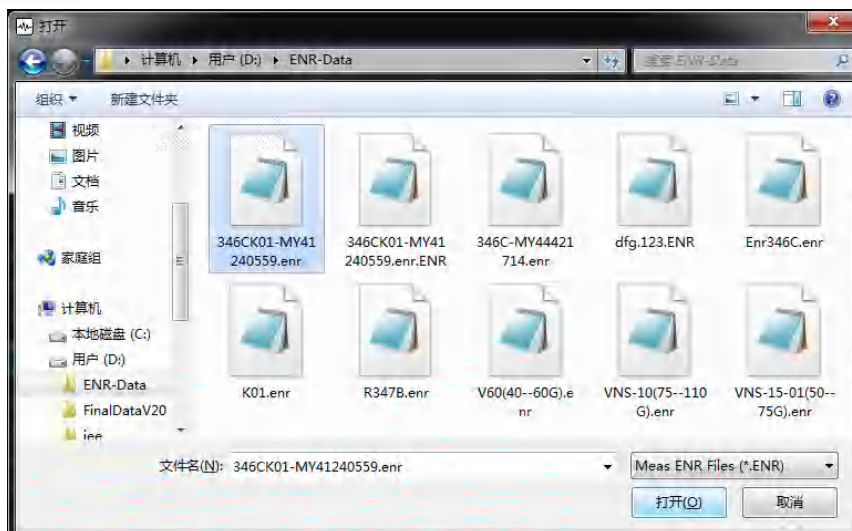

图3.19 文件调用界面
**步骤2.** 按[调用…]菜单键，仪器显示“打开”文件操作对话框，如图3.19所示。